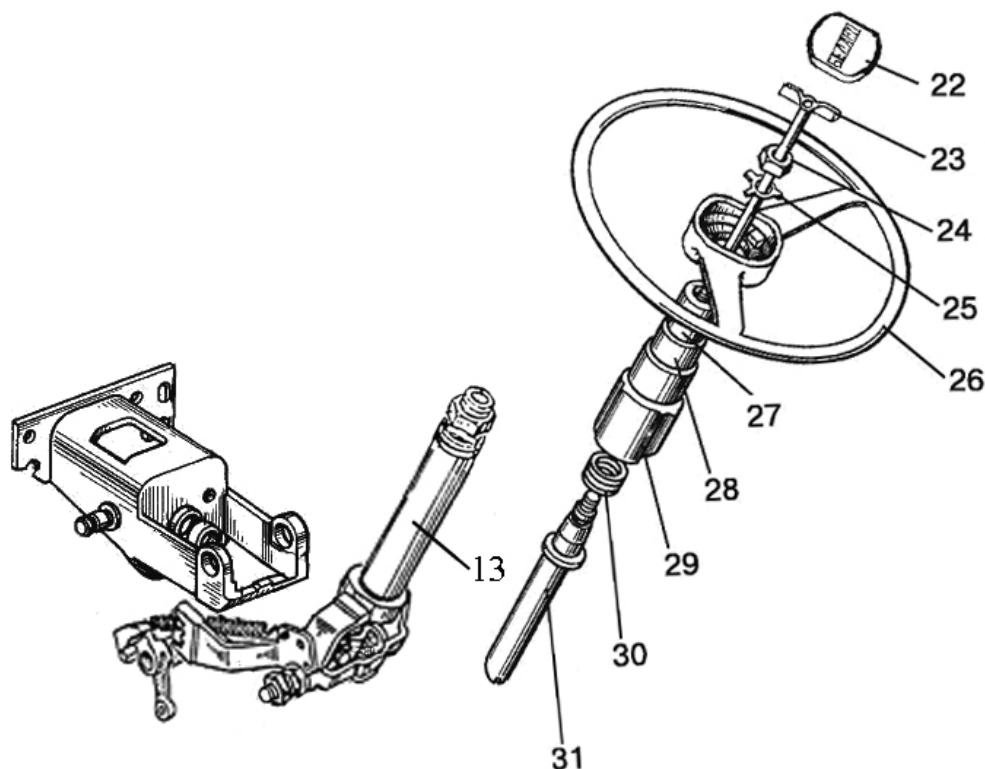

Рисунок 7.21
- 24) соберите рулевое колесо 26, (рисунок 7.21), с валом 31, установив пружину 30, чехол 29, втулки 27, 28, стопорную шайбу 25, гайку 24 и зажим 23;
- 25) установите рулевое колесо 26, (рисунок 7.21), в сборе с валом 31, чехлом 29, втулками 27 и 28 в трубу 13 рулевой колонки;
- 26) закрепите чехол 29, (рисунок 7.21), двумя винтами 4 (рисунок 11.21) раздела **11.11** «Демонтаж щитка приборов», к кронштейну щитка приборов;
- 27) заверните зажим 23, (рисунок 7.21), и закройте крышкой 22;